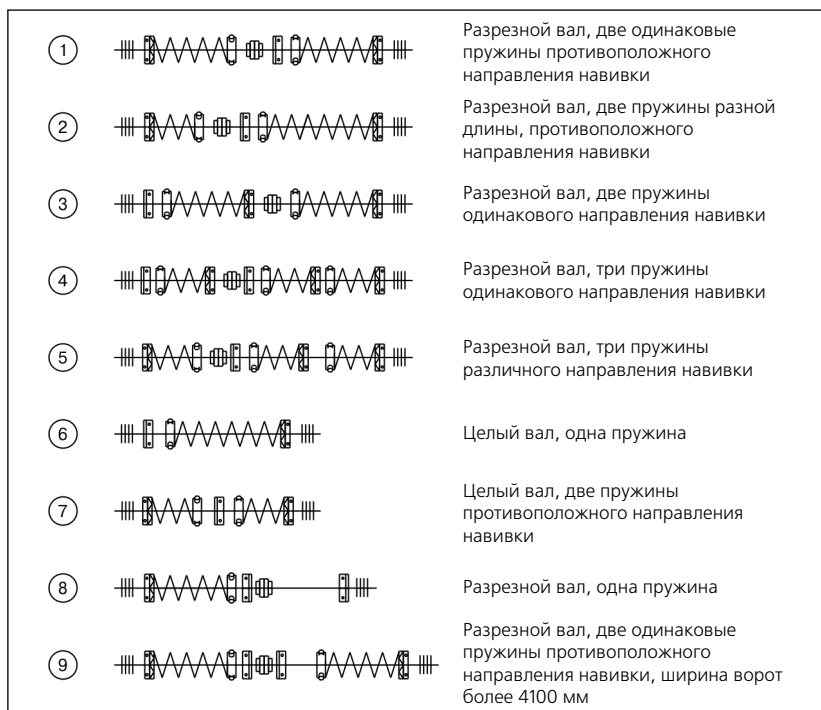

Рис. 26
- Возможные варианты монтажных схем торсионного вала представлены на рис. 26.